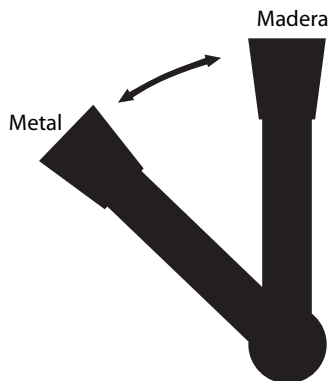

Figura 2 - Posición del manguito de embrague
- Lleve el manguito de embrague (Figura 8, Ref. No. 62) a la posición "Metal". Vea la Figura 2.
- Lleve el manguito de embrague (Figura 8, Ref. No. 62) a la posición "Wood" (madera). Vea la Figura 2.